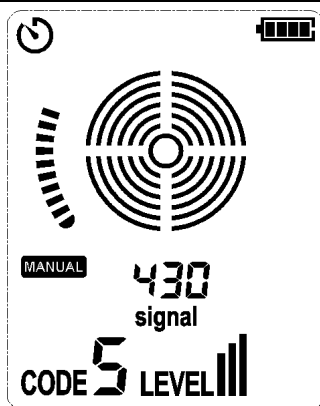

Figure 7.2.3c Signal Détecté
3. Scannez tous les disjoncteurs dans un ordre aléatoire. Scannez les disjoncteurs plusieurs fois pour observer l'intensité du signal affiché sur l'écran LCD, jusqu'à ce qu'un panneau de disjoncteurs avec le signal le plus fort soit identifié. Pendant le scannage, la sensibilité doit être réglée à plusieurs reprises pour éviter que la précision ne soit affectée par un signal trop fort, comme le montre la figure 7.2.3c.